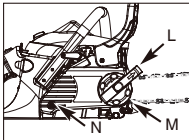

Fig. 3G
12. Serrare la vite (N), e seguire la fase 13 per regolare la tensione della catena.
13. Ruotare l'anello di tensione in senso orario stretto (M); spingere il pulsante di comando indicato dalla freccia (L) per ruotare in senso orario stretto e spingere nuovamente il pulsante di comando. (Fig. 3G)